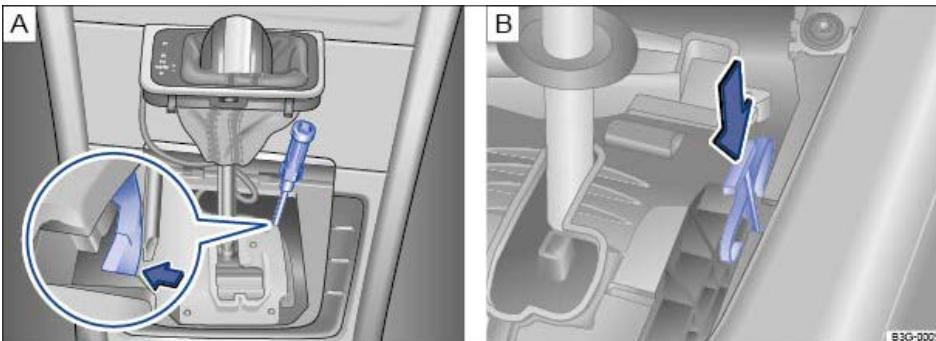

Abb. 287 Unter der Abdeckung der Schaltkulisse: Wählhebelsperre notentriegeln (Variante) und (Variante).
- Mit der flachen Klinge des Schraubendrehers aus dem Bordwerkzeug vorsichtig Entriegelungshebel in Pfeilrichtung drücken \Rightarrow Abb. 287  und in dieser Position halten.